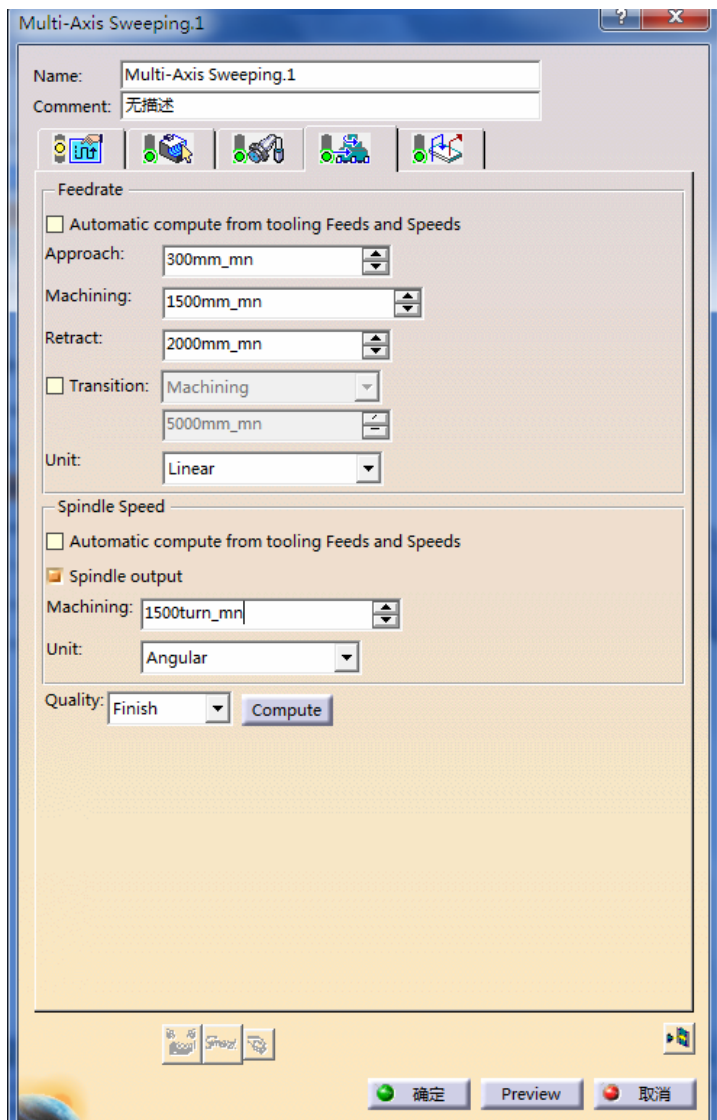

图 5-104 进给率参数选项卡(3)
4) 定义进给率。单击“Multi-Axis Sweeping.1”对话框中的, 切换到进给率参数选项卡(3), 如图 5-104 所示。